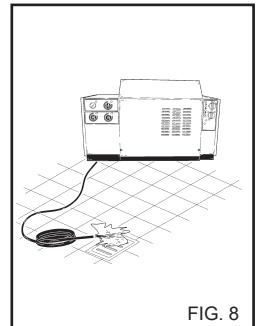

FIG. 8
**Для удаления инородных тел и пузырьков воздуха рекомендуется в первый раз запустить аппарат без пистолета и дать воде свободно течь в течение нескольких секунд. Инородные тела могут засорить сопло и привести к неполадкам (рис. 8).**
- 5) После использования моющего средства, промойте эту систему, поместите шланг забора моющего средства (рис. 8) в бак с чистой водой и включите насос на 1 минуту, при этом полностью открыв дозатор и переведя курок пистолета в положение подачи. Повторите процедуру с регулятором установленным в положение 1, а затем в положение 2.